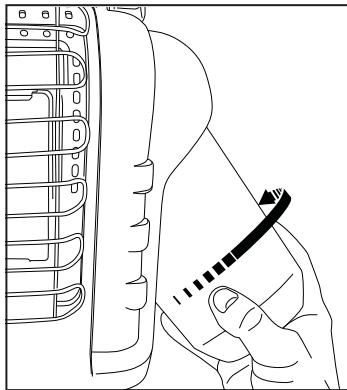

Figura 2: Conecte el depósito de combustible
- Para utilizar con propano: Haga girar el regulador hacia fuera para instalar el depósito fácilmente. Enrosque manualmente el cartucho desecharable de suministro de gas propano (G31) de 450 g (1 lb) en el sentido de las agujas del reloj (agarrándolo por la parte inferior) hasta dejarlo bien apretado en el calefactor portátil; consulte la figura 2. NO utilice sellante de roscas en esta conexión.